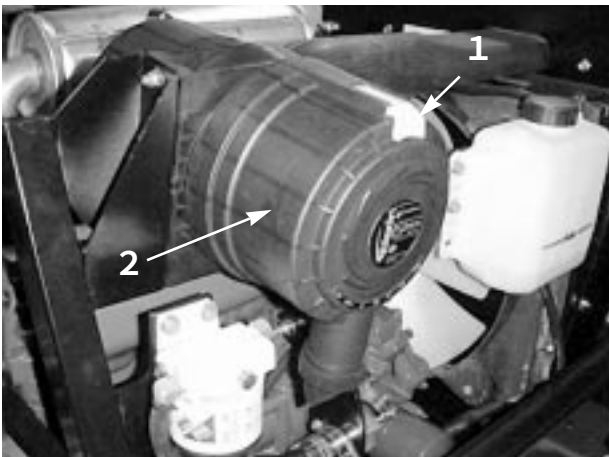

図 28
400運転時間ごと、又はエアクリーナ・インジケータ（図28）が赤に変わったら直ちに、フィルタの手入れを行ってください。フィルタの手入れを余り頻繁に行うのはよくありません。
1. ラッチを外し、カバーを左にひねってボディーからはずし、カバー内部を清掃する（図28）。
8. インジケータ（図28）が赤になっている場合はリセットする。